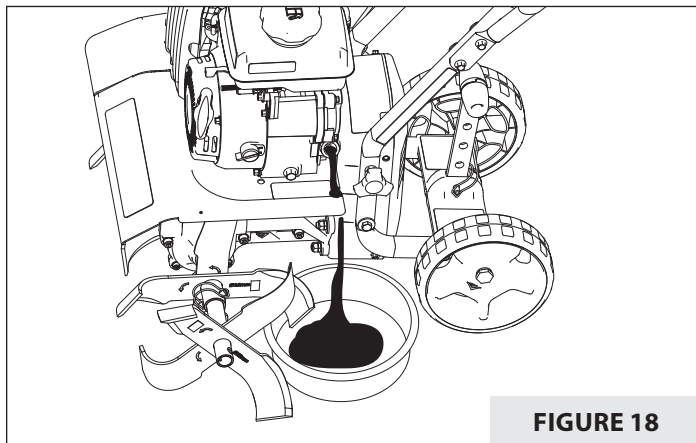

FIGURE 18
1. Pour changer l'huile, enlever d'abord le garde-boue latéral gauche du motoculteur. Bloquer ensuite la barre de trainée dans la position la plus profonde et basculer avec précaution le motoculteur vers la gauche pour le faire reposer en position inclinée sur sa fraise extérieure gauche, la roue et la barre de trainée. Retirer le bouchon d'huile en maintenant le motoculteur en position inclinée jusqu'à ce que toute l'huile ait été vidangée dans un récipient approprié. **VOIR FIGURE 18.** Essuyer tout résidu de déversement d'huile et éliminer l'huile comme il se doit conformément à la réglementation en vigueur.